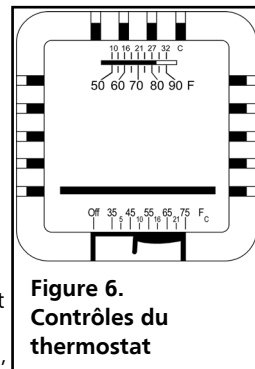

Figure 6.
1. Tourner le bouton du robinet du radiateur à la position de marche (ON) pour ouvrir le ou les robinets d'alimentation en gaz. (surtout important après l'installation : Attendre 5 minutes pour permettre au gaz qui aurait pu s'accumuler dans le brûleur principal de s'échapper).
2. Régler le thermostat à la température voulue. Voir la Figure 6.